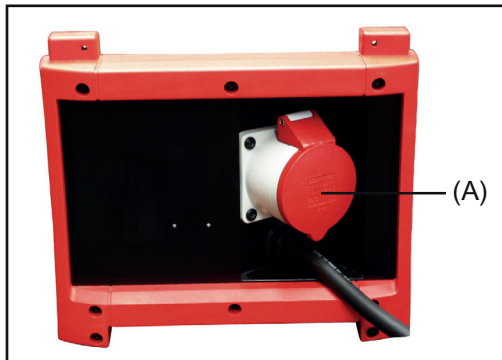

Fig. 1 Prise 400 V pour source de courant
Les transformateurs automatiques permettent l'utilisation de la source de courant numérique également sur des tensions de secteur de 480 V ou 500 V. La tension de 400 V transformée pour la source de courant est disponible sur la prise (A), sur la face arrière du transformateur automatique (Fig. 1).